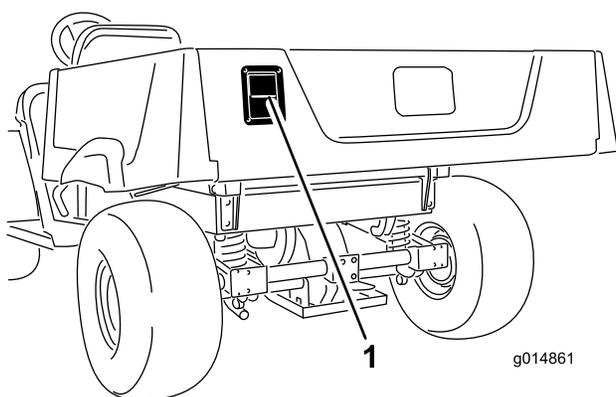

Figure 14
- Pour ouvrir le panneau arrière, tirez le verrou vers l'extérieur et vers le haut, puis abaissez lentement le panneau arrière (Figure 14).